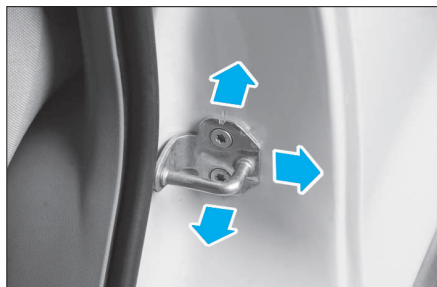

FIG. 72
- Vérifier les jeux d'ouverture. Le cas échéant, il est possible d'agir sur la gâche (Fig.72).